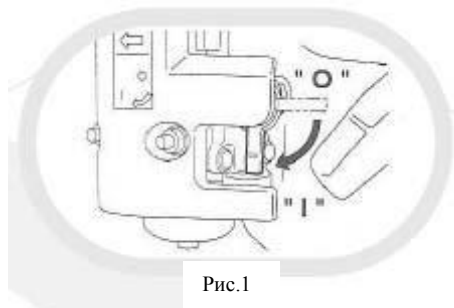

Рис.1
- Откройте топливный кран (рис.1)